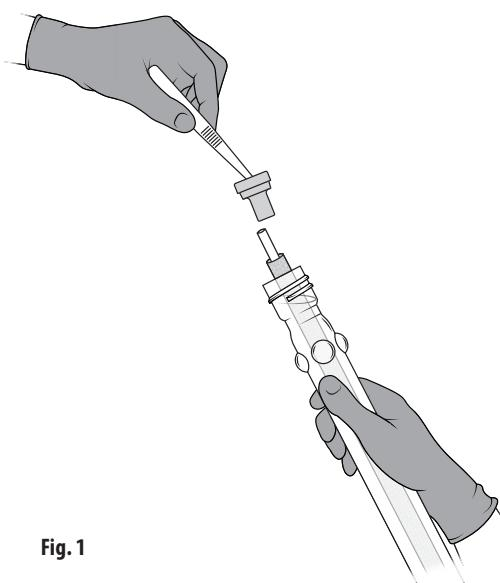

Fig. 1
3. Retirar e descartar a tampa. Retirar o vedante com uma pinça e descartar. A pinça também deve ser eliminada, uma vez que passa a ser considerada não esterilizada. Fig. 1.